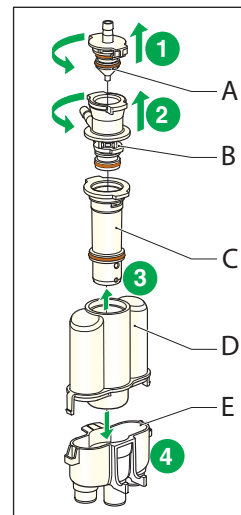

Fig. 3
- 1 Tourner et retirer la pièce A du distributeur à lait. (Fig. 3)
- 2 Tourner et retirer la pièce B du distributeur à lait. (Fig. 3)
- 3 Séparer les pièces C et D. (Fig. 3)
- 4 Séparer les pièces D et E. (Fig. 3)